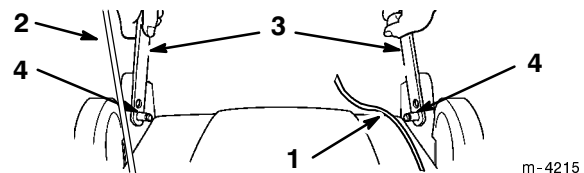

Figure 2
2. Poser le mancheron supérieur sur le sol derrière la tondeuse, étiquette vers le haut, en faisant passer les câbles de commande entre les supports de montage du mancheron (Fig. 2).
1. Serrer les extrémités du mancheron inférieur l'une vers l'autre, placer les trous du mancheron sur les ergots des supports du mancheron et relâcher le mancheron (Fig. 2).